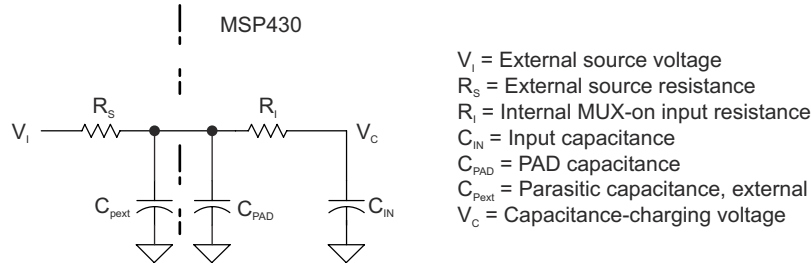

图 8-14. eCOMP 输入电路
- (1) 对于 eCOMP C_{IN} 模型, 请参阅图 8-14。
- (2) 此值是在输入失调电压上测得。